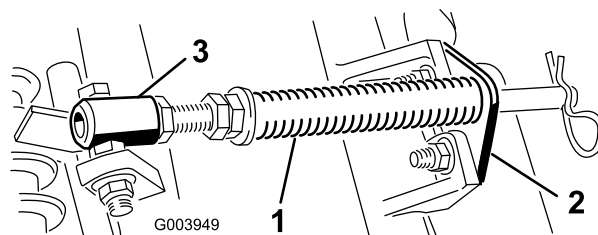

Figura 5
- A. Retire os 2 parafusos e porcas da carroçaria que prendem o suporte da barra aos separadores da unidade de corte (Figura 5).
- B. Retire a porca flangeada que prende o parafuso com cabeça do tubo de mola ao separador da estrutura de suporte (Figura 5) e retire o conjunto.